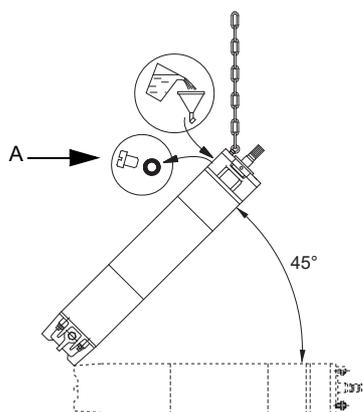

Fig. 4 Position du moteur pendant le remplissage - MMS
1. Placer le moteur à 45° avec la partie supérieure dirigée vers le haut. Voir fig. 4.